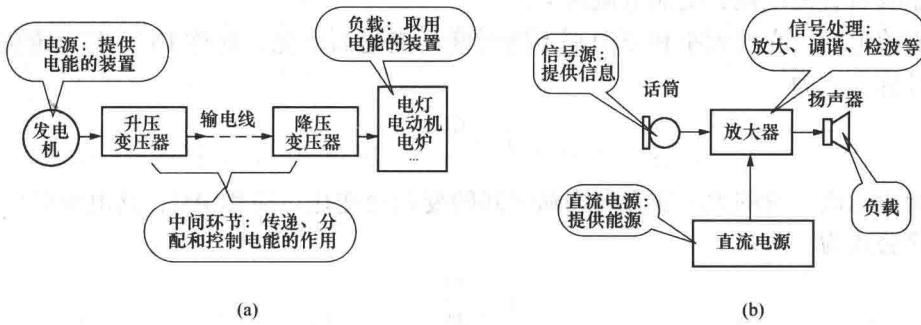

图 1-2 电路的两种典型应用
(1) 进行能量的传输、转换和分配。最典型的例子是电力系统。发电厂的发电机组把水能或热能转换成电能，通过变压器、输电线路发送给各用户，用户又把电能转换成机械能、热能或光能等，如图 1-2 (a) 所示。在这类电路中，一般要求在传输和转换过程中尽可能地减少能量损耗以提高效率。
(2) 信号的传递与处理。常见的例子很多，如电视机接收各发射台发射的不同信号并进行放大、处理，转换成声音和图像，如图 1-2 (b) 所示。计算机也是由电路组成的，它能对键盘或其他输入设备输入的信号进行传递、处理，转换成图形或字符，输出在显示器或打印机上。所有这些都是通过电路把施加的输入信号变换成为所